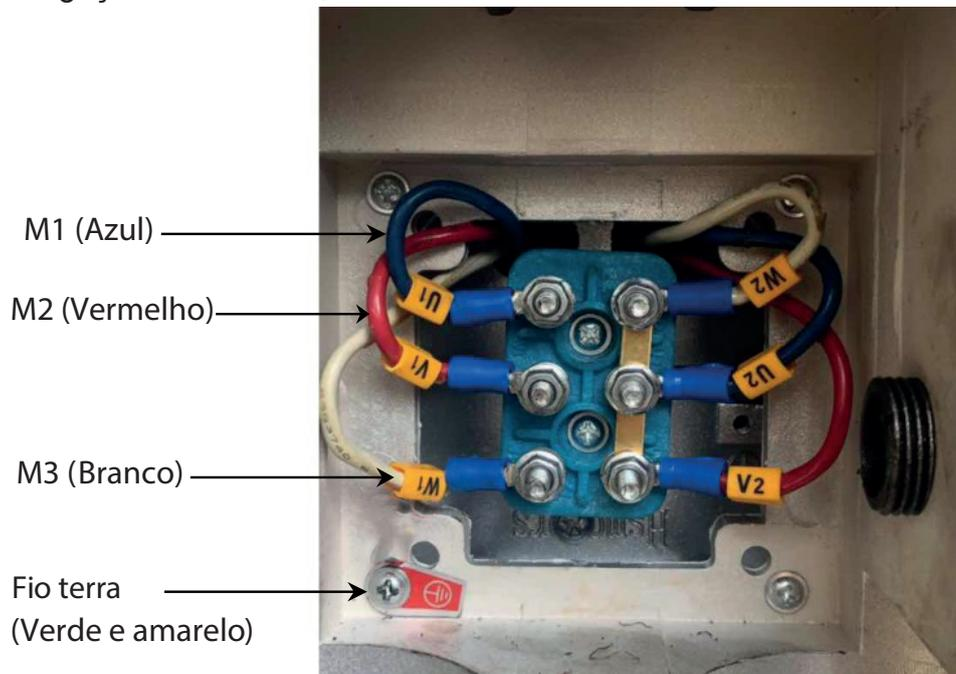

Fig.35
5.2 Diagrama de ligação do motor hidráulico com fio de 380V (Ver Fig.35).